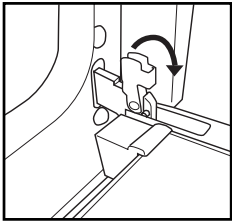

Рис. 1
2. Підніміть фіксатори і натисніть на них у напрямку вперед до кінця (Рис. 1).